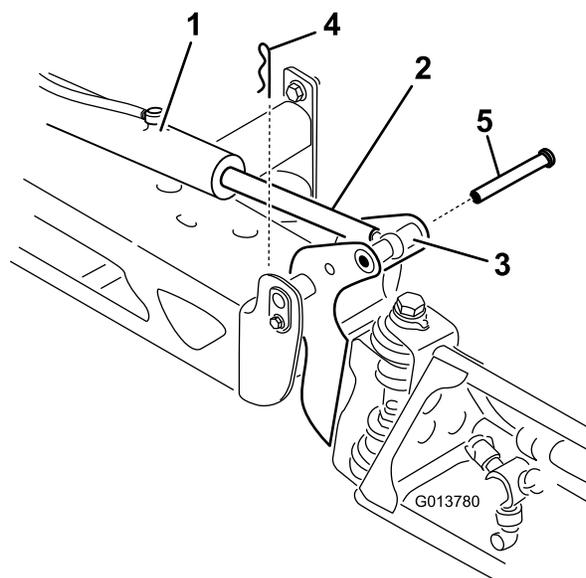

图 63
3. 向上提起喷洒臂拆下柱销 图 63 然后将喷洒臂慢慢放到地面上。
2. 从枢轴销 图 63 上拆下开口销。
9. 支撑住喷洒臂将柱销插入喷洒臂枢轴和提升器杆 图 63。